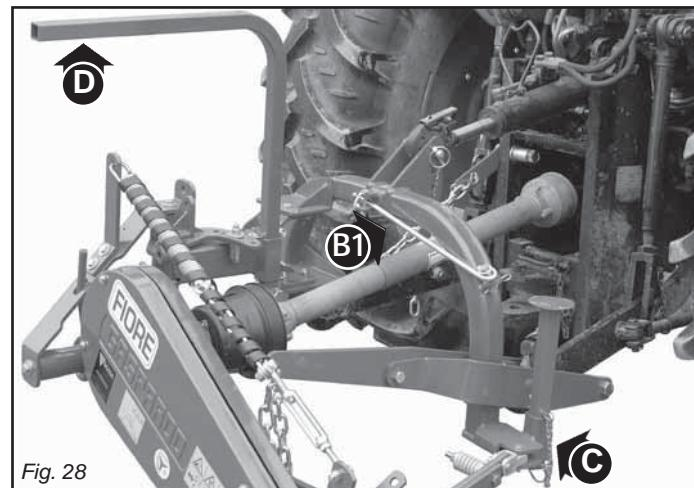

Fig. 28
- Rimuovere i puntelli di sostegno (C e D, Fig. 28) e rimontarli capovolti nelle proprie sedi .
- Sfilare il gancio di sicurezza e riporlo nell'alloggiamento superiore del telaio (B1, Fig. 28).